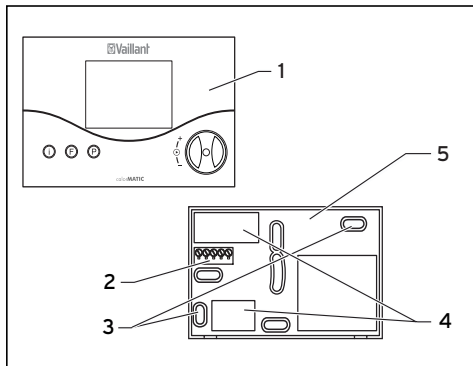

Fig. 9.1 Montage du thermostat d'ambiance
- Percez deux trous de fixation **(3)** de 6 mm de diamètre (conformément à la fig. 9.1), insérez ensuite les chevilles fournies.